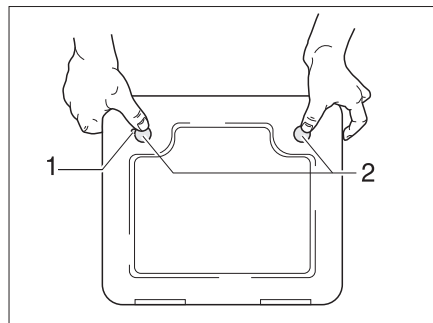

Fig. 282 Trampilla para el inodoro cassette
- Abrir la trampilla para el cassette en el exterior del vehículo. Para esto, introducir la llave en el cilindro de cierre del cierre a presión (Fig. 282,1) y girarla un cuarto de vuelta.
- Presionar ambos cierres a presión (Fig. 282,2) al mismo tiempo con el pulgar y abrir la trampilla para el cassette.